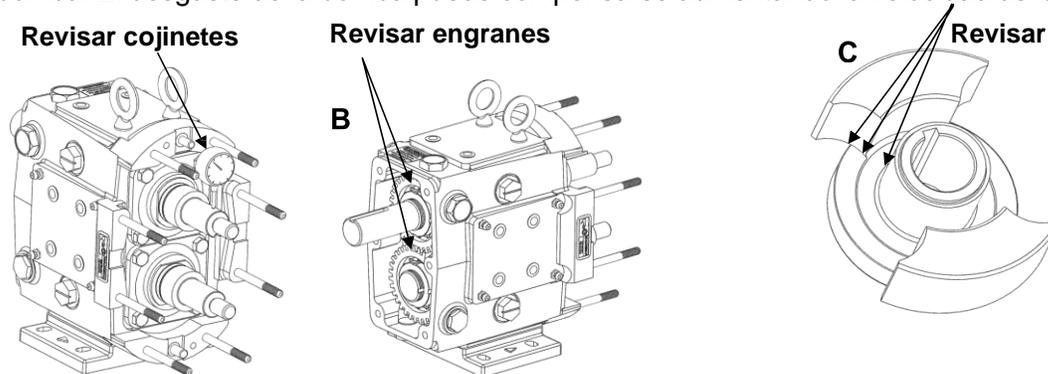

Figura 22: Revisiones de mantenimiento anual
- Revisar los cojinetes de la caja de engranes midiendo el movimiento radial del eje con un indicador de cuadrante (Figura 22, A). Si el movimiento es mayor o igual que el espacio entre el rotor y el cuerpo que se encuentra en la página 28 (Tabla 8), se deben reemplazar los cojinetes.
- Retire la cubierta de la caja de engranes (vea la página 19 para obtener información sobre el desensamblaje) e inspeccione los engranes para ver si están desgastados o dañados (Figura 22, B). También revise si hay holgura y juego.
- Inspeccione los rotores en busca de signos de desgaste y grietas de tensión alrededor de las áreas definidas en la Figura 22, C. Reemplácelos, de ser necesario.